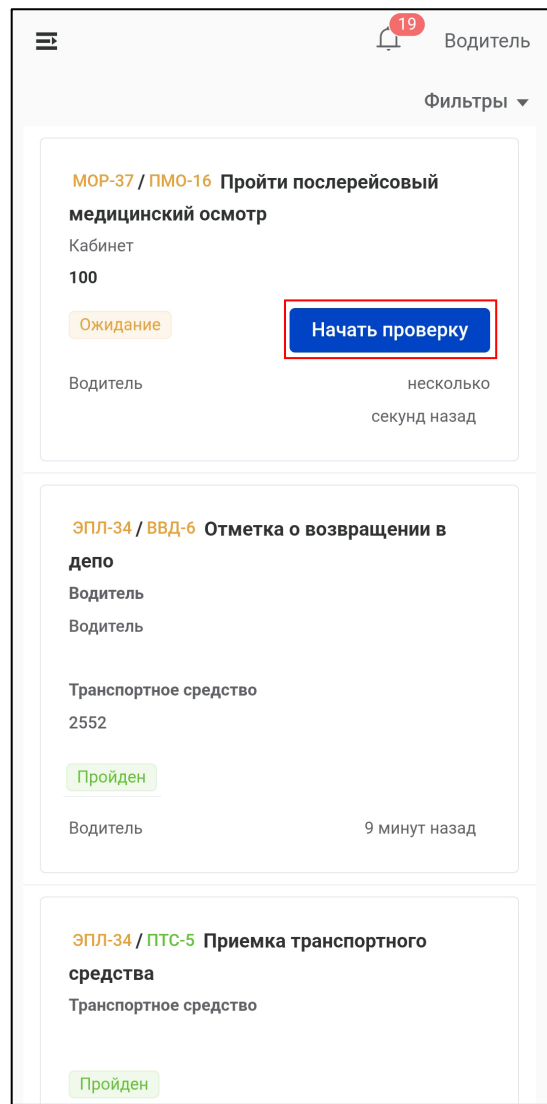
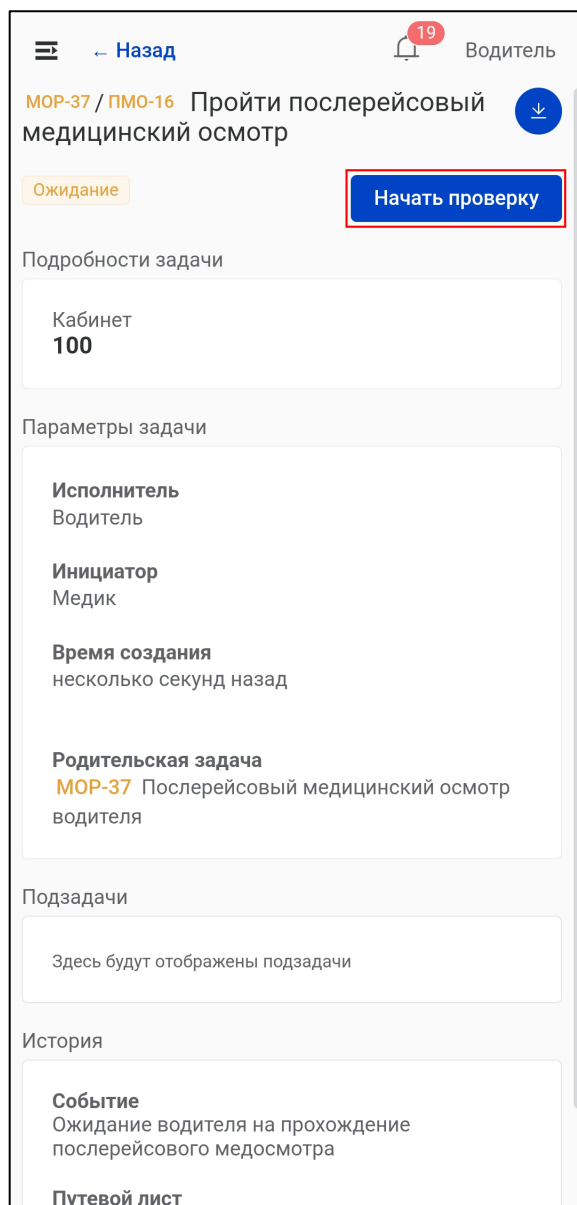

Рисунок 36 – Кнопка «Начать проверку» в списке задач водителя
Рисунок 37 – Кнопка «Начать проверку» в открытой задаче
2) Нажать для задачи кнопку «Начать проверку» в списке задач (Рисунок 36) или в открытой задаче (Рисунок 37).